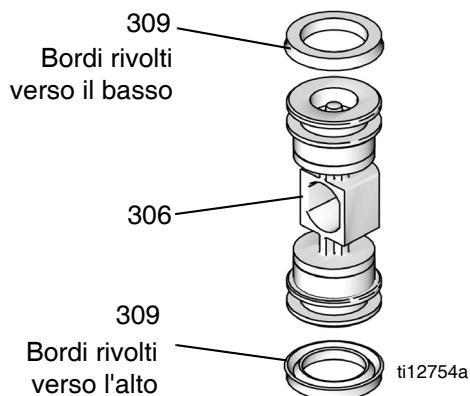

FIG. 6: Installazione della guarnizione a U della valvola pneumatica
1. Lubrificare la camma del dente di arresto (307) e installarla nell'alloggiamento.
2. Vedere FIG. 6. Lubrificare le guarnizioni a U (309) e installarle sul pistone (306) con i bordi rivolti verso il centro del pistone.